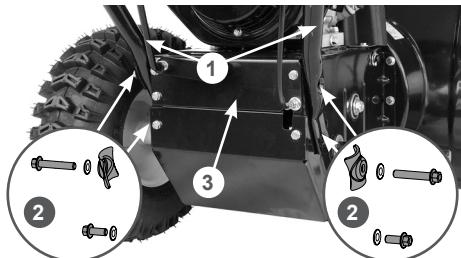

Рис. 4 Установка стойки рукояток
- Установите стойку 1 рабочих рукояток на раму 3 и закрепите с помощью болтов и шайб 2, как показано на Рис. 4.